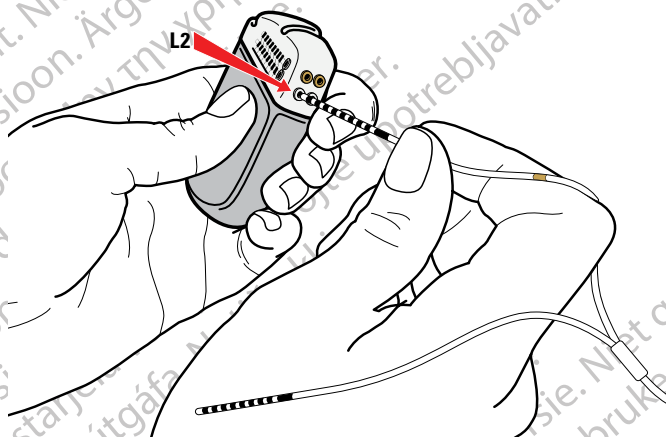

Рисунок 39. Подключение к порту L2 ИГИ
- а. Для разделенного удлинителя отведения (DB 3128): подключите шлейф с золотистой полоской маркировки к порту с обозначением L2 (Рисунок 39).